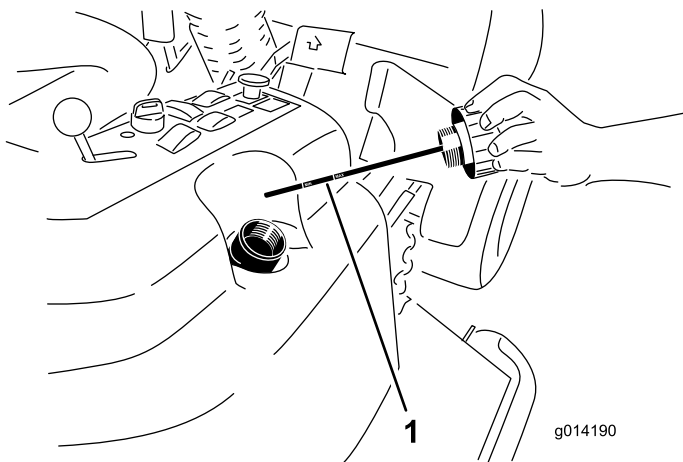

Figure 62
- Enlevez le bouchon (Figure 62) du goulot de remplissage du réservoir hydraulique.
- Retirez la jauge et essuyez-la sur un chiffon propre (Figure 62).
- Vissez la jauge dans le goulot de remplissage, ressortez-la et vérifiez le niveau de liquide (Figure 62).